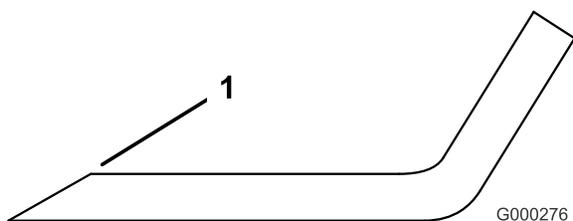

Figura 85
1. Utilice una lima para afilar el filo de corte en ambos extremos de la cuchilla (Figura 85). Mantenga el ángulo original. La cuchilla permanece equilibrada